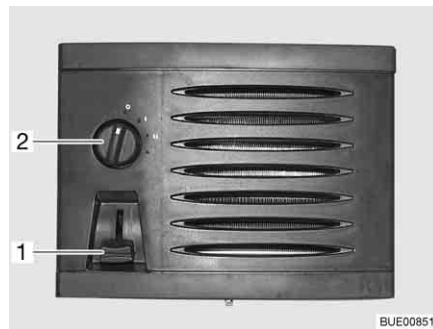

Fig. 198 Elementos de mando termocambiador adicional
- Empujar el regulador de corredera (Fig. 198,1) del regulador volumétrico de paso a la posición deseada. El circuito de agua está abierto.
- Girar el conmutador del ventilador (Fig. 198,2) del ventilador de circulación de aire en sentido de las agujas del reloj.
- Girar el conmutador del ventilador (Fig. 198,2) a "O".
- Empujar el regulador de corredera (Fig. 198,1) del regulador volumétrico de paso completamente hacia arriba.